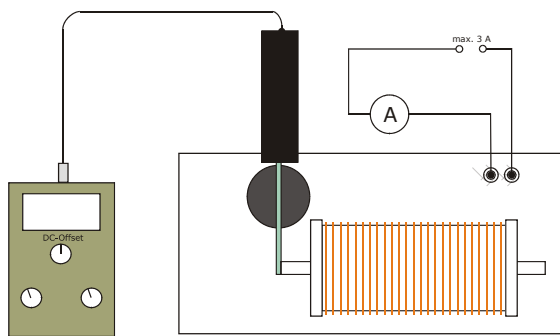

Fig.1 Registro de una curva de Histéresis
- Se conectan en serie la fuente de alimentación, la bobina y un amperímetro (ver Fig. 1).